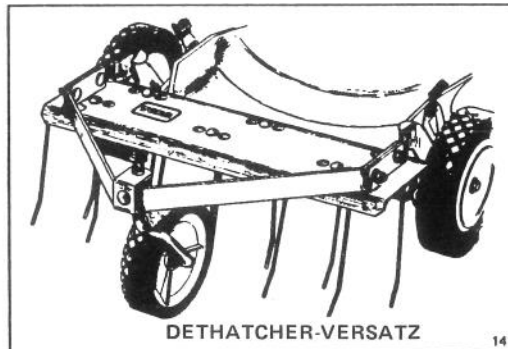

Bild 26
**2. Zinkenvorsatz-Kit, Modell Nr. 59131** – In Minuten montierbar. Vorne befestigt zwecks einfacher Manövrierbarkeit. Zinken lockern Materialanhäufungen. Für einfaches Absaugen in den Grasfangsack (Bild 26) und praktische Entleerung.